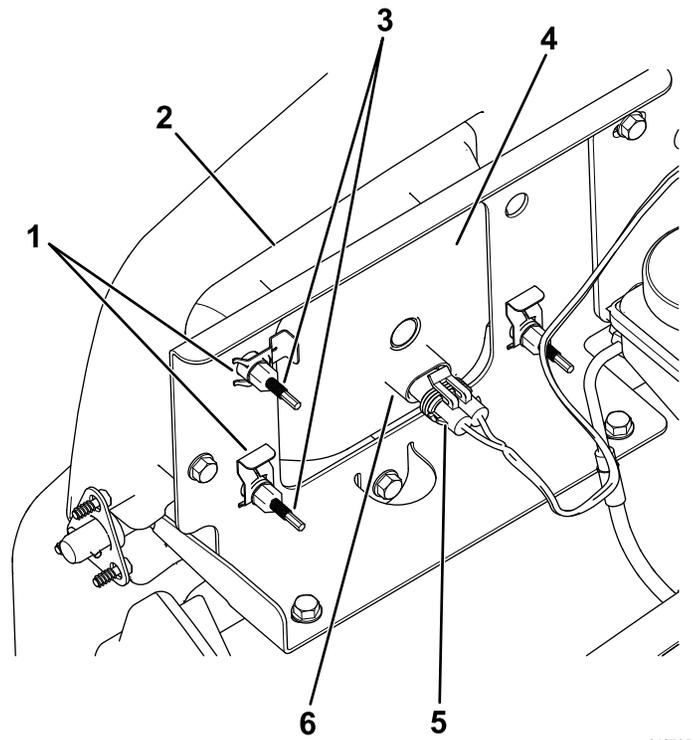

图 49
3. 将线束的电气接头与新灯总成的接头断开 图 49。
4. 卸下将大灯固定至大灯支架上的快速夹 图 49。
5. 将大灯总成从前保险杠的开口向前推出卸下大灯总成 图 49。
6. 通过保险杠开口将新大灯装入 图 49。
8. 将线束的电气接头与灯总成的接头连接 图 49。
- 在大灯总成背面旋转调节螺丝图 49 以转动大灯总成调整光束投射的位置。